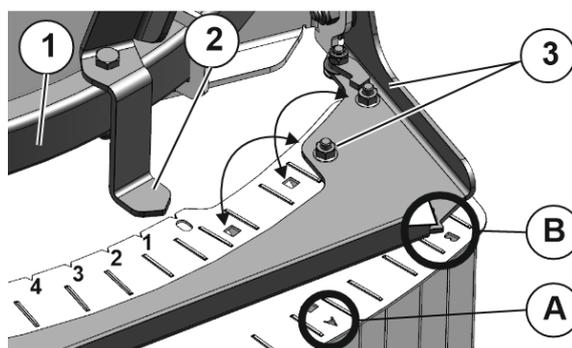

Fig. 58
2. Desplazar el bloque de láminas en la brida guía (Fig. 58/1) hasta que el indicador (Fig. 58/2) se encuentre en el valor que se debe ajustar según la tabla de dispersión.